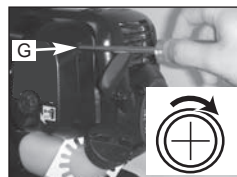

Fig. 15
1. Repérez la vis d'ajustement du ralenti (G) sur le carburateur (Fig. 15).